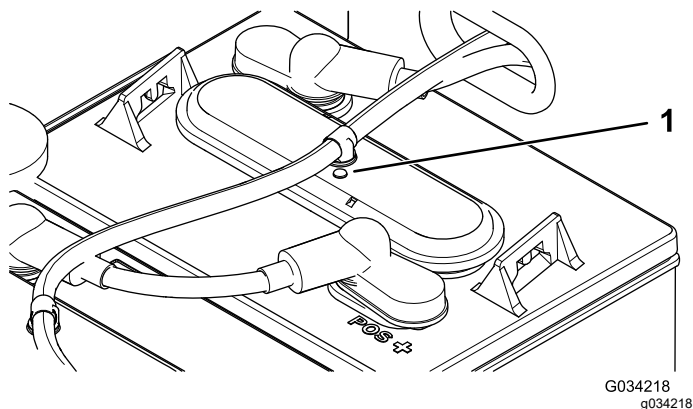

Figura 37
3. Controllate gli occhielli su ciascuna delle batterie per vedere se sono neri o bianchi (Figura 37).